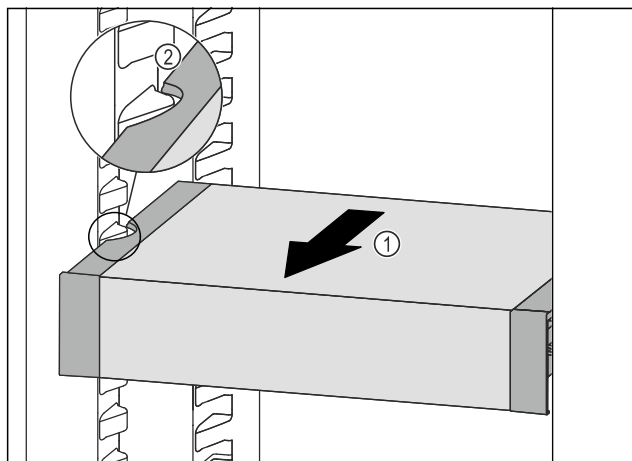

Fig. 127
- VarioSafe pociągnąć w przód Fig. 127 (1), aż boczne wycięcia szuflady VarioSafe będą się znajdować na wysokości zębów pojemnika w chłodziarce. Fig. 127 (2)